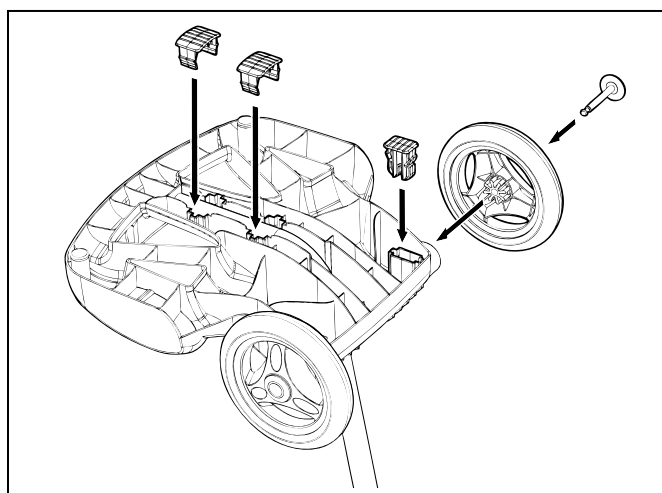

Figure 5. Encliqueter les blocs de soutien et fixer les roues
5. Mettre en place deux (2) blocs de soutien (Figure 5).
6. Glisser l'essieu et l'enjoliveur dans le centre de la roue et fixer au module de base. Mettre en place l'attache de blocage pour fixer la roue. Répéter pour les deux roues (Figure 5).